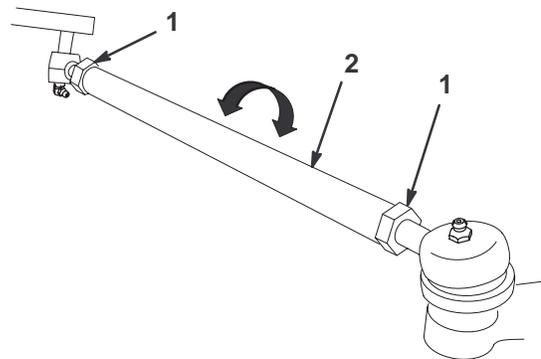

Bild 37
3. Lockern Sie die Klemmmuttern an beiden Seiten der Zugstangen (Bild 37), wenn das Maß außerhalb des angegebenen Bereichs fällt (siehe die Abmessungen und Parameter am Anfang dieses Vorgangs).